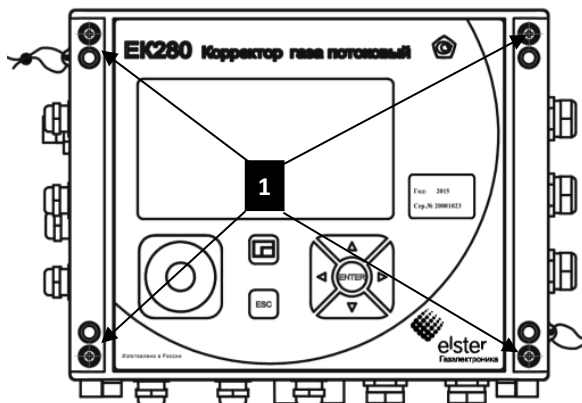

Рисунок 22
- 2 Снимите защитные крышки, открутите 4 винта (рисунок 22: **1**) которые крепят крышку корректора EK280.
- 11 Закройте крышку корректора с помощью винтов (рисунок 22: **1**).